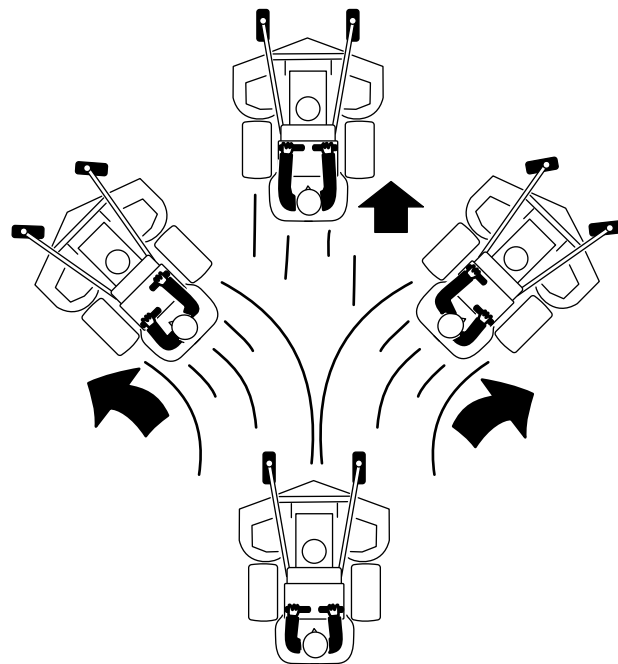

Figura 19
4. Spingete lentamente in avanti le leve di controllo del movimento (Figura 19).